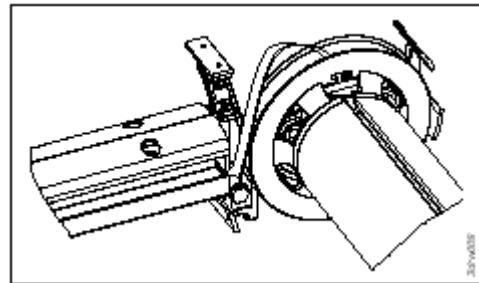

Bild 1: Ein- und Aushängen Texband
- Hängen Sie die alten Zugbänder aus den Zugscheiben aus (Bild 1). Sicherungs-Bandfeder in der Zugscheibe vorsichtig nach unten drücken mit einem Schraubendreher.
- Hängen Sie den kleinen Metallstift in die Ausklinkung der Zugscheiben ein (Bild 1).